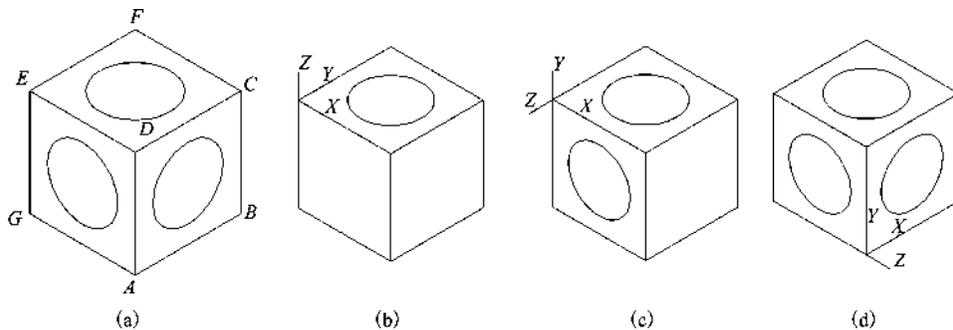

图 1-128 用户坐标练习
【实例 1-38】 绘制一个边长 300 mm 的正方体, 并在正方体的三个不同面的中心位置画半径为 100 mm 的圆, 完成后如图 1-128(a) 所示。
⑤新建用户坐标系, 画 ABCD 平面的圆, 如图 1-128(d) 所示。